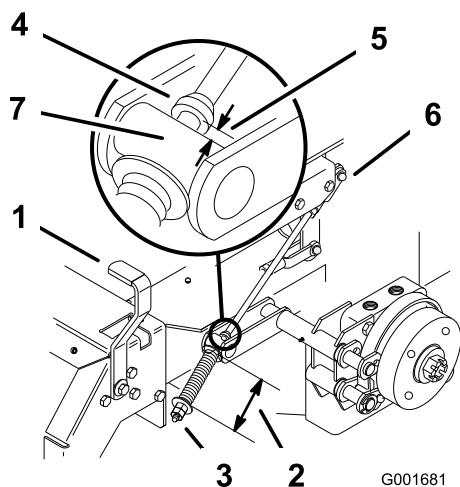

Figure 44
2. Mesurez la longueur du ressort ; les rondelles doivent être distantes de 74 mm (2-3/4") (Figure 44).
- A. Desserrez l'écrou de blocage situé sous le ressort et serrez l'écrou directement au-dessous de la chape (Figure 44).
6. Mesurez la distance entre le galet de tourillon et le collier sur la tige de frein. Elle doit être comprise entre 5 et 7 mm (3/16 et 1/4") (Figure 44).
B. Tournez les écrous de réglage inférieurs jusqu'à obtention de l'écart voulu (Figure 44).